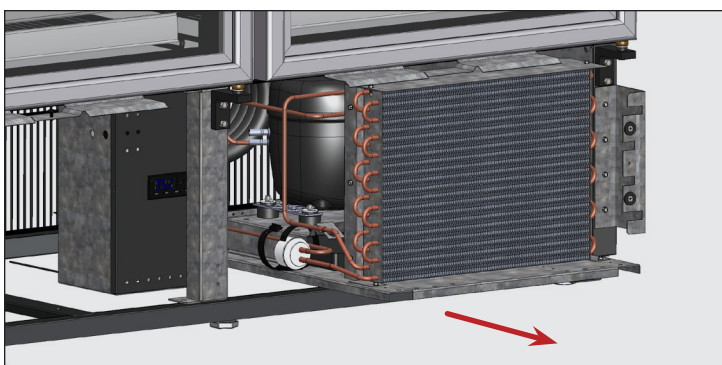

Fig. 7. Sortez l'unité de condensation avec soin en la faisant glisser.
7. Faites coulisser délicatement l'unité de condensation pour la sortir (les connexions tubulaires sont flexibles). Voir fig. 7.